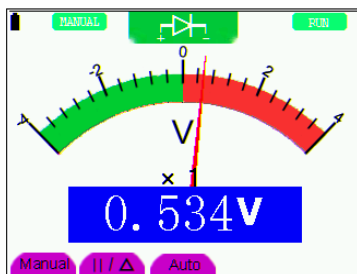

Рис. 22: Режим Измерение диода
4. Подключите измеряемый диод к наконечникам проводов. Значение падения напряжения р-п перехода отображается на дисплее в В/ V (см. рис. 22).